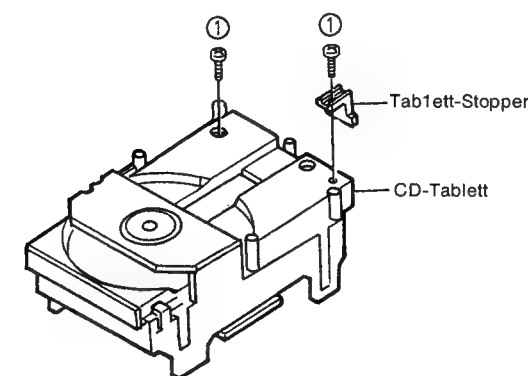

Abb. 1
1. Austausch von Teilen im Lademechanismus (Abb. 1, 2 und 3)
- ① Entfernen Sie die beiden Schrauben vom CD-Tablett und den Tablett-Stopper.